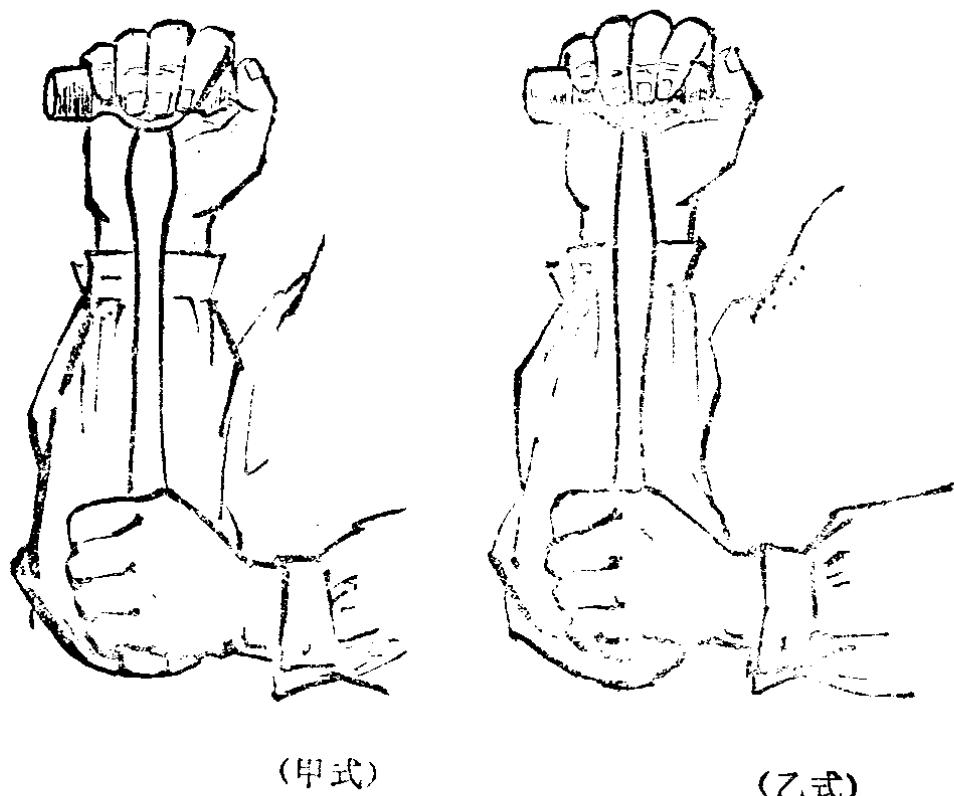

图 1-3
2. 锤把的长度：锤把的长度可根据各人的胳膊长短来决定。如图1-3所示，锤把的标准长度可以这样量定：用右手或左手四个手指握住锤头，拇指中间关节扣住锤顶中心，锤把顺胳膊向下，锤把末端正好齐于肘部（甲式锤把）。而乙式锤把则要比这个长度短约20~30毫米。